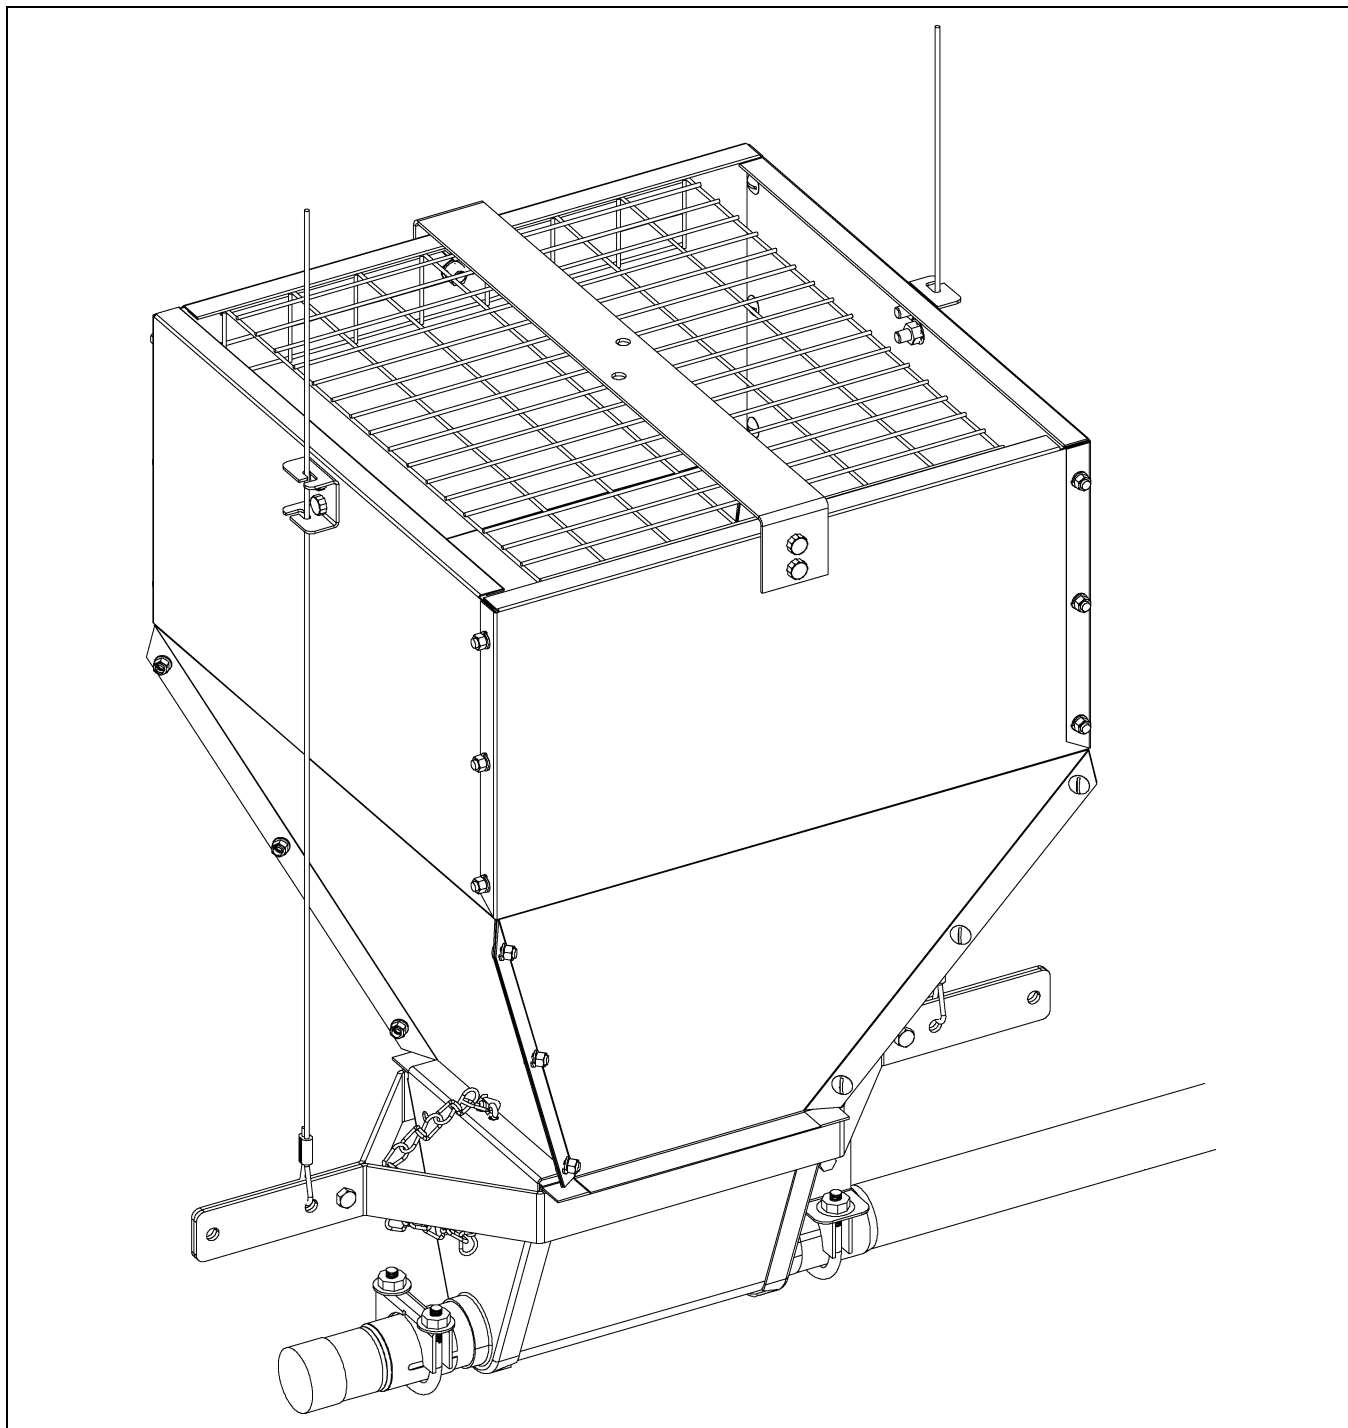

Рисунок 5N
Отводные кабели должны находиться на расстоянии 19" для бункеров № 120 и № 200 или 25" для бункеров № 300 и № 400. Подвесьте воронку с помощью двух (2) отводов с каждой стороны бункера, как показано на рис. 5N на стр. 36. Закрепите направляющие тросов с двух (2) сторон бункера с помощью четырех (4) болтов 5/16"-18 и гаек. Проложите трос через направляющие, соединяя их в желобах направляющих.
- е. Скрепите две (2) половинки кронштейнов подвески бункера с помощью двух (2) болтов 5/16"-18 и гаек. Отводные кабели должны находиться на расстоянии 19" для бункеров № 120 и № 200 или 25" для бункеров № 300 и № 400. Подвесьте воронку с помощью двух (2) отводов с каждой стороны бункера, как показано на Рисунок 5N. Закрепите направляющие тросов с двух (2) сторон бункера с помощью четырех (4) болтов 5/16"-18 и гаек. Проложите трос через направляющие, соединяя их в желобах направляющих.